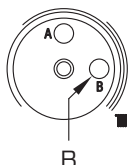

Figure 2
1) Tourner dans le sens des aiguilles d'une montre, au fond de l'échelle, le trimmer de réglage de la puissance de chauffage du module (B - Figure 2), ventilateur au maximum des tours.
3) Tourner dans le sens des aiguilles d'une montre, au fond de l'échelle, le trimmer de régulation de la puissance de chauffage du module (B - Figure 2), ventilateur au minimum des tours.